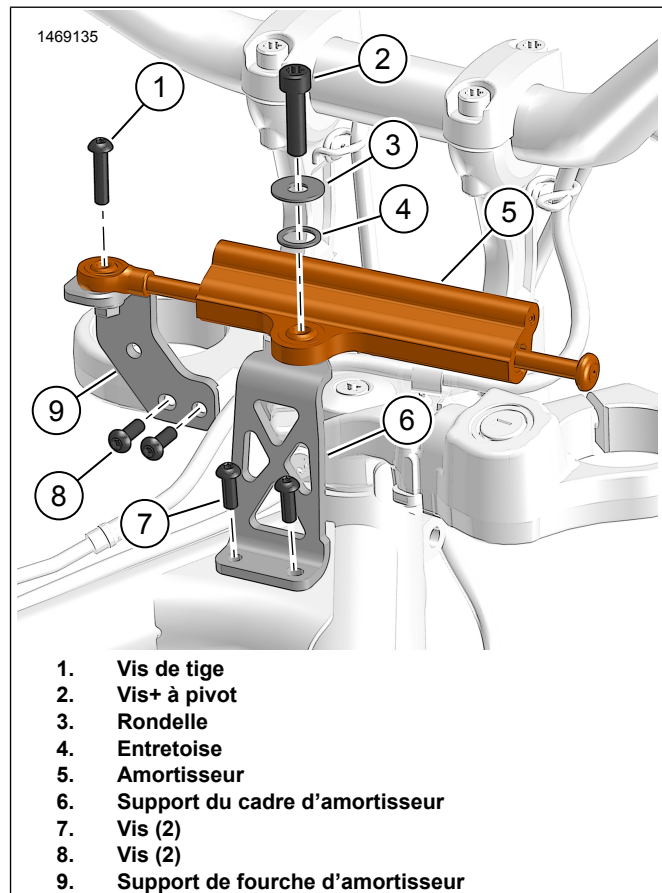

Figure 2. Amortisseur de direction
1. Voir la Figure 2. Posez le support de fourche d'amortisseur.
- a. Positionnez le support de fourche d'amortisseur (9).
- b. Installer les vis (8). Serrer.